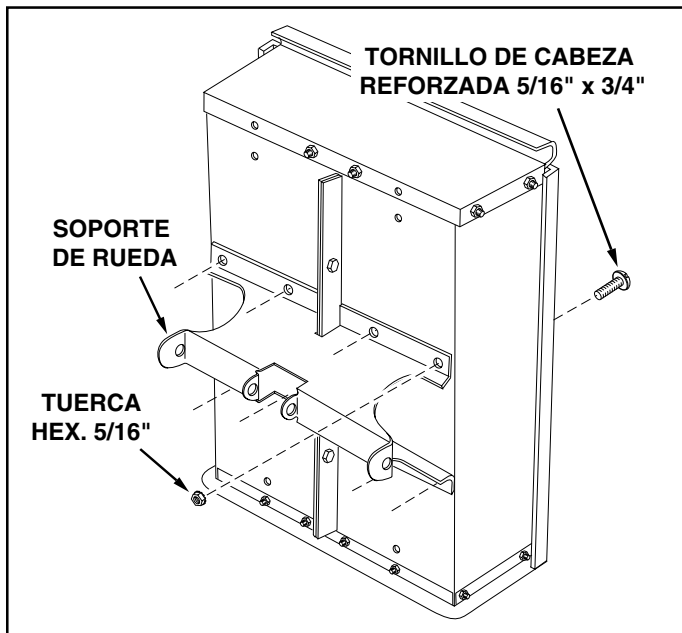

FIGURA 6
10. Acople el soporte de las ruedas al carrito utilizando ocho tornillos con cabeza reforzada 5/16"x 3/4" y tuercas hexagonales 5/16", tal y como se muestra en la figura 6. Las cabezas de los tornillos deben quedar en la parte interior del carrito. **Apriete.**